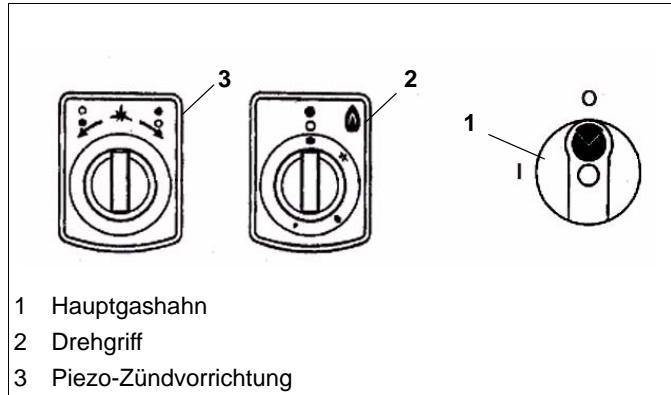

Fig.9 Bedienungspanel
- ⇒ Wasserzufuhrhahn (4/Fig.9) solange öffnen bis das Becken gefüllt ist.
Der Drehgriff (2/ Fig.9) hat vier Hauptstellungen:
- ⇒ Drehgriff (2/Fig.9) ganz eindrücken.
- ⇒ Drehgriff (2/Fig.9) ganz hineingedrückt halten.
- ⇒ Gleichzeitig das am Zündbrenner ausströmende Gas mit der Piezo-Zündvorrichtung entzünden. Durch Drehen des Griffes (3) in oder gegen den Uhrzeigersinn wird der Brenner gezündet.
- ⇒ Drehgriff (2/Fig.9) leicht eindrücken und von der Position Zündbrenneranzündung (★) gegen den Uhrzeigersinn in die Grossstellung (↑) drehen.
- ⇒ Drehgriff (2/Fig.9) ganz hineindrücken und gegen den Uhrzeigersinn von der Position Grossstellung (↑) in Richtung Kleinstellung (↓) drehen.
- ⇒ Um von der Kleinstellung (↓) wieder in Richtung Grossstellung (↑) zu kommen, Drehgriff (VB, HB / Fig.9) ganz hineindrücken und im Uhrzeigersinn drehen.
- ⇒ Den Schalter (2/Fig.9) auf Grossstellung (▲) drehen.
- ⇒ Mit dem Schalter (2/Fig.9) die geeignete Kochtemperatur einregulieren, entsprechend der Quantität und Qualität der zu kochenden Lebensmittel.
- ⇒ Drehgriff (2/Fig.9) im Uhrzeigersinn von Grossstellung (▲) auf Zündbrenneranzündung (★) zurückdrehen.
- ⇒ Drehgriff (2/Fig.9) leicht drücken und im Uhrzeigersinn von Zündbrenneranzündung auf Aus drehen.
- ⇒ Hauptbrenner und Zündbrenner abschalten (2/Fig.9).
- ⇒ Hauptgashahn (1 / Fig.9) schliessen.